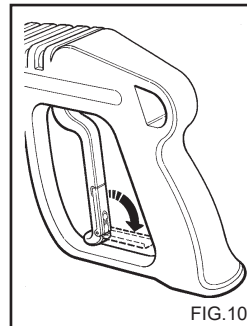

FIG. 10
- Quando a hidrolimpadora não está sendo utilizada, deve-se fechar o dispositivo de segurança do punho. (fig. 10)